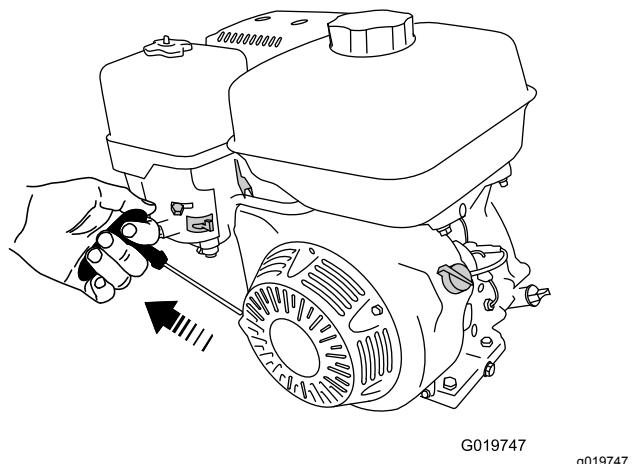

Figura 34
6. Tire del arrancador suavemente hasta que note resistencia, luego tire con fuerza (Figura 34). Deje que el arrancador vuelva lentamente a su posición inicial.